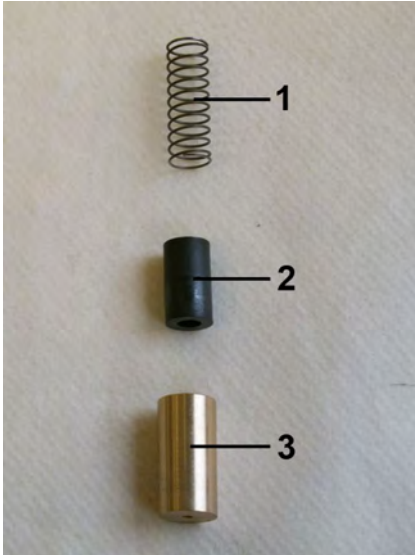

Abb. 23: Feder, Magnete und Schwebekörper
4. → Feder (Abb. 23/1), Magnete (Abb. 23/2) und Schwebekörper (Abb. 23/3) als Innenteile des Strömungswächters